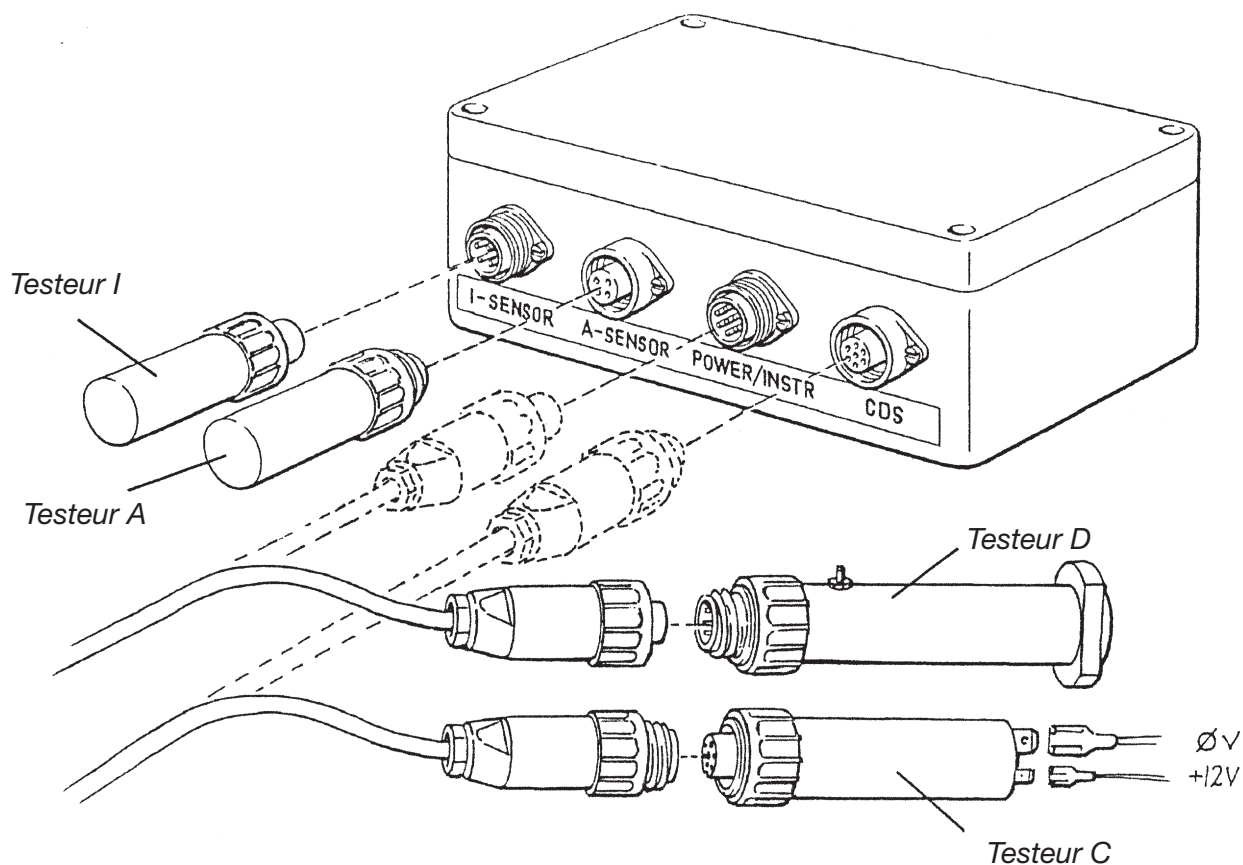

Figure 74. Connexion des testeurs au processeur ALFA -020
Enlevez le câble du sensor A du processeur et remplacez-le par le testeur A, voir figure 74.
- Remplacez-le par un testeur I, voir figure 74.
Le testeur D doit être connecté au connecteur courant/instrument à 7 pôles, voir figure 74. Le testeur D fournit 1,5 V, correspondant à 50 CMV (variation acceptée : 45-55) au mètre CMV et 1,5 V, correspondant à 25 Hz (variation acceptée : 22-28 Hz), au fréquencemètre. Si le mètre CMV indique 50 et que le fréquencemètre indique 25, le mètre et les câbles sont en ordre.
Le testeur C doit être connecté au connecteur à 7 pôles du câble CDS, voir figure 74. Ensuite le CDS peut être alimenté de l'une des façons suivantes :